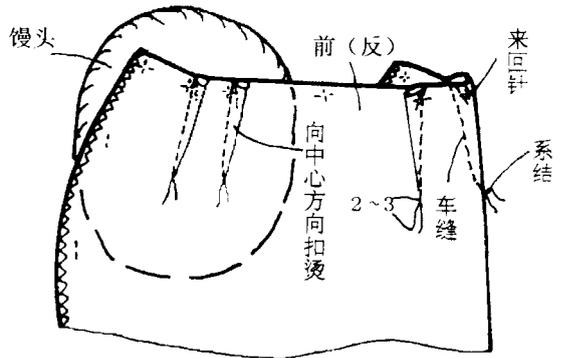

图2-4
4. 缝制前后裙片省。以省中心线为基准, 将前裙片正面相对, 顺省的净印车缝。在省的上端车缝来回针; 省尖处不要车缝来回针, 上下车缝线各留 5~7cm 长, 将上下车缝线系两个结后, 用剪刀将线头剪成 2~3cm 长, 然后将省向前裙片中心方向扣烫。后片省的缝制工艺与前裙片省的缝制工艺相同。见图 2-4。